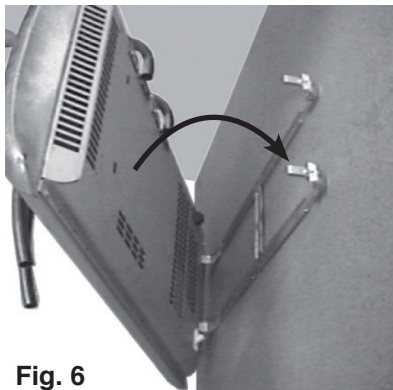

Fig. 6
- Pour le remonter, présenter l'appareil devant le dossier; engager les pattes inférieures de celui-ci dans les fentes situées au bas et à l'arrière de l'appareil (Fig. 6). Cette opération est facilitée en présentant l'appareil légèrement incliné vers l'avant.